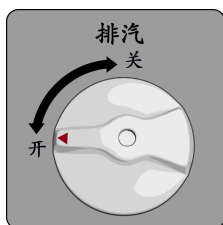

图 17
- (1) 灭菌倒计时结束，机器进入需要排汽状态。选择常规模式需手动将下排气阀（图 17）开至最大，可使机器快速排汽降温。选择自动排汽模式待灭菌倒计时结束，机器进入自动排汽状态。排汽电磁阀自动开启，排汽风扇开始工作，若之前已选择快速冷却功能，此时快速冷却风扇也将开始工作，可使机器快速排汽降温。